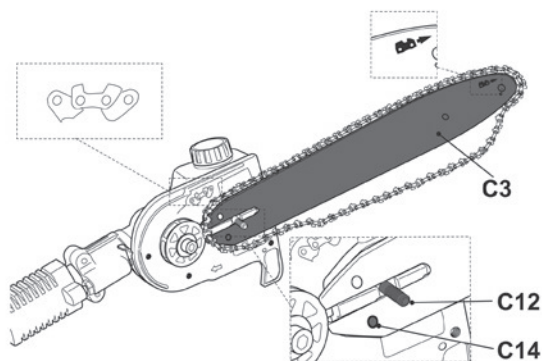

Fig. 13
¡ATENCIÓN! La dirección de los «cortadores» de la cadena debe ser la indicada por el símbolo y la flecha de la espada. Asegúrese de que la espada y la cadena estén montadas en la dirección correcta; de lo contrario, la cadena no funcionará (Fig. 13).
- > Coloque la ranura de la espada (C3) sobre el perno (C12). Asegúrese de colocar la espada con el símbolo de “cortador” de la cadena en la parte (Fig. 13).